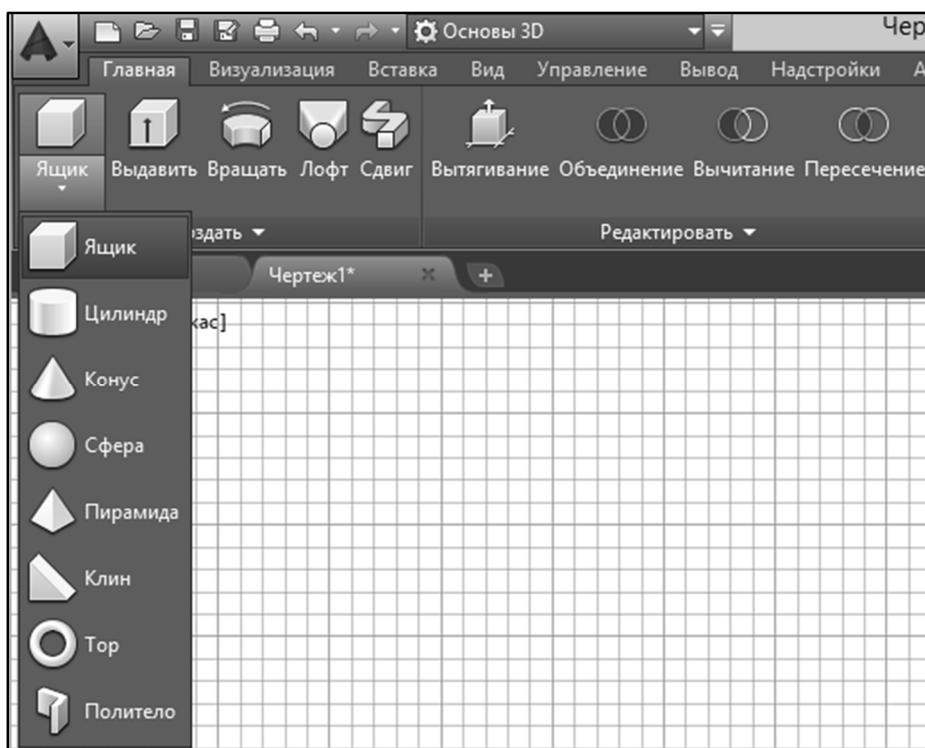

Рис. 118
Помимо создания каркасных и поверхностных моделей, *AutoCAD* позволяет работать и с твердотельными, которые наиболее полно отражают реальные свойства моделируемых объектов [2]. Для работы с твердотельными моделями (телами) вам понадобится панель инструментов «Создать» (рис. 118) в рабочем пространстве «Основы 3D».
- щелкните на пиктограмму «Ящик» (см. рис. 118);